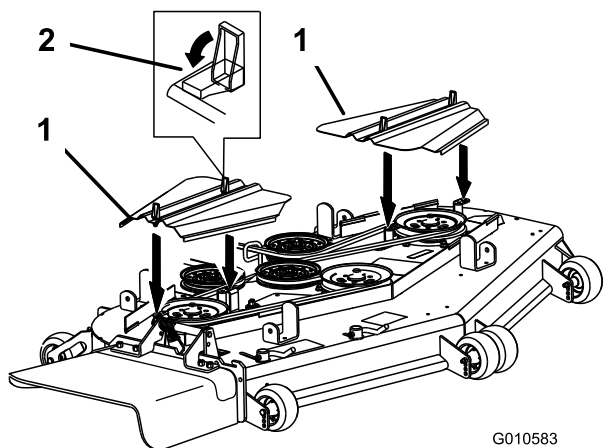
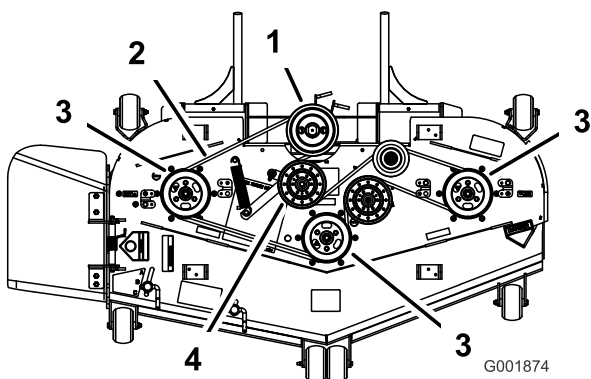
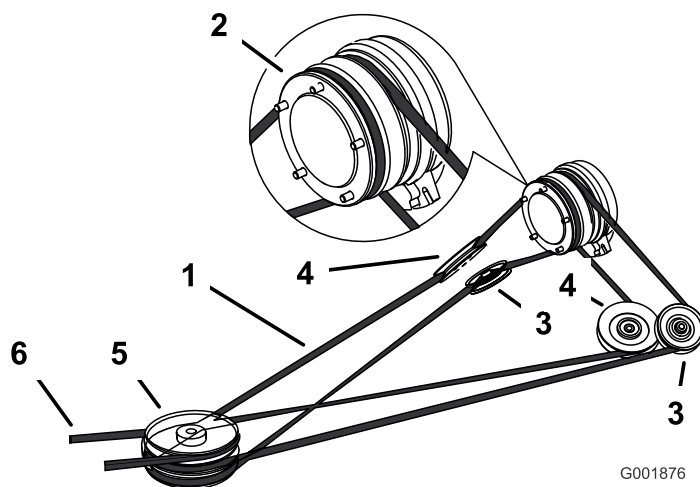

Figure 63
Figure 64
Figure 66
3. Retirez les couvercles de courroie (Figure 63).
5. Retirez la courroie des poulies du tablier de coupe et de la poulie supérieure de la poulie triple (Figure 63 et Figure 64).
6. Chaussez la courroie neuve sur les poulies du tablier de coupe et sur la poulie supérieure de la poulie triple (Figure 63 et Figure 64).
7. Tirez sur le bras pour détendre la courroie et alignez la courroie du tablier de coupe sur la poulie de tension (Figure 64).
8. Posez les couvercles de courroie et fermez les verrous (Figure 63).
4. Tirez sur la poulie de tension à ressort pour détendre la courroie (Figure 66).
5. Retirez la courroie de la poulie supérieure de la poulie triple (Figure 64 et Figure 66).
7. Chaussez une courroie neuve sur la poulie d'embrayage, les poulies de tension réglables, la poulie de tension à ressort et la poulie triple avant (Figure 66).
9. Chaussez la courroie sur les poulies du tablier de coupe et la poulie supérieure de la poulie triple (Figure 64 et Figure 66).